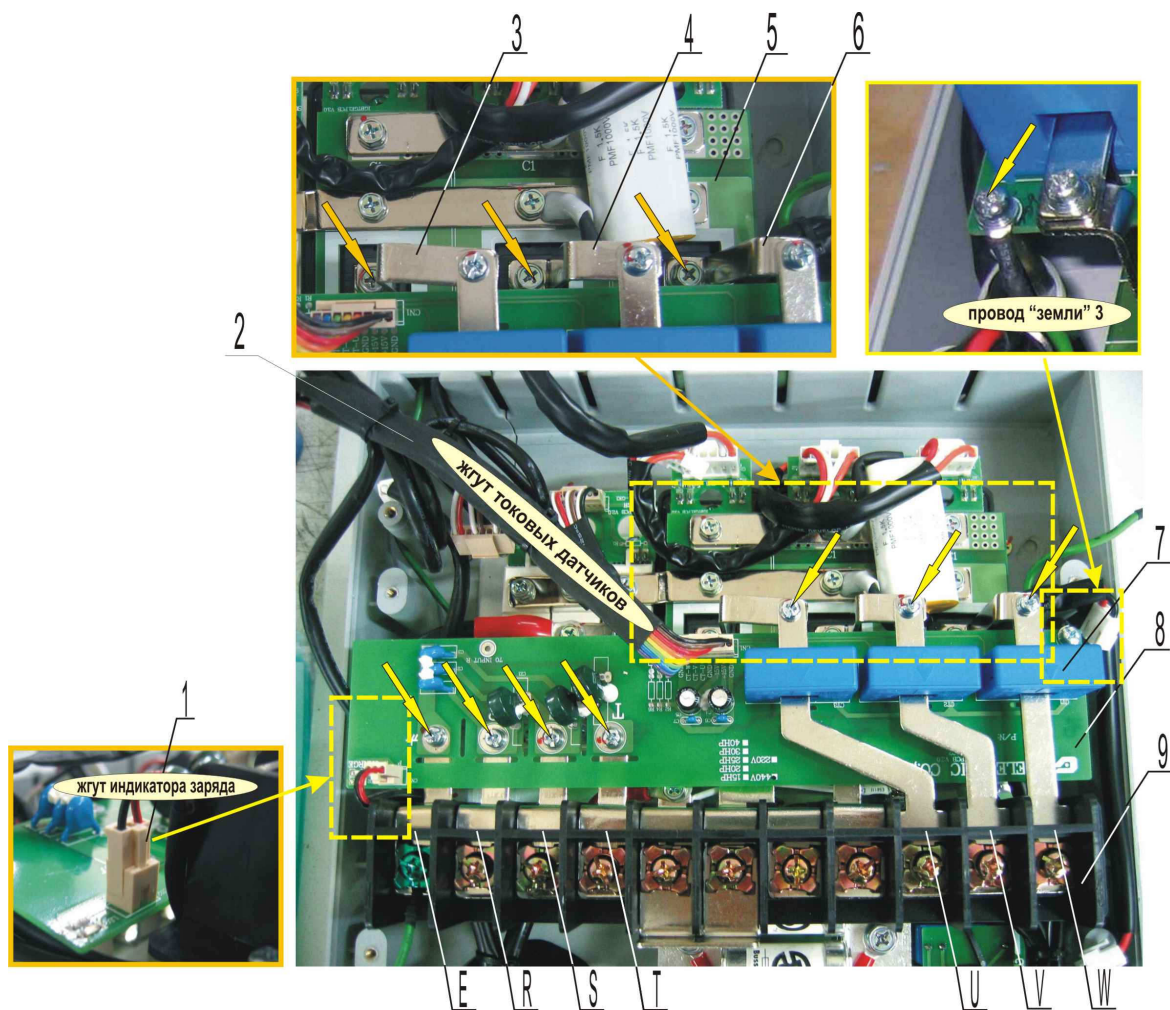

Рис. 7.21
7.11.1. Взять плату варисторов (табл.4.1, поз.4; рис.7.21, поз.8), установить ее на шины клеммной колодки, пропустив шины U, V и W через датчики тока (рис.7.21).
7.11.2. Вкрутить, не затягивая, винт крепления провода заземления к плате варисторов (рис.7.21).
7.11.3. Вкрутить, не затягивая, четыре винта крепления платы варисторов 8 к шинам E, R, S и T (рис.7.21).
7.11.4. Взять выходные шины U, V и W (табл.1.4, поз.17; рис. 7.21, поз.3, 4 и 6), прикрутить, не затягивая, тремя винтами M5x12 к контактам модулей IGBT (рис. 7.12).
7.11.7. Взять жгут токовых датчиков (Табл.4.1, поз.26; рис. 7.21, поз.2), соединить разъем жгута с разъемом CN1 платы варисторов (рис.7.21).
7.11.8. Соединить разъем жгута индикатора заряда 1 с разъемом CN2 на плате варисторов (рис. 7.21).